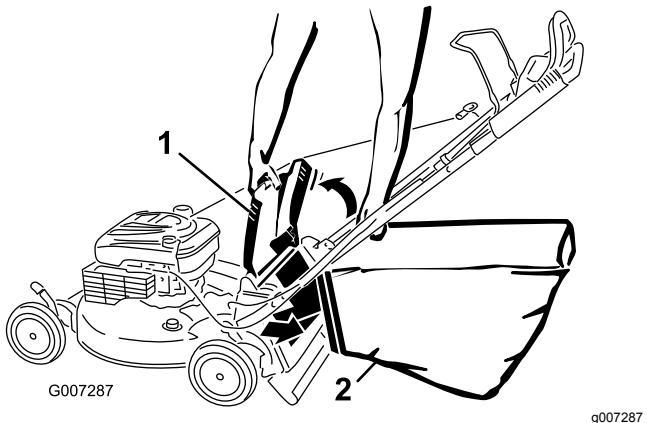

Figura 24
- Appendete il bordo superiore anteriore del cesto di raccolta sulle apposite tacche (Figura 24).